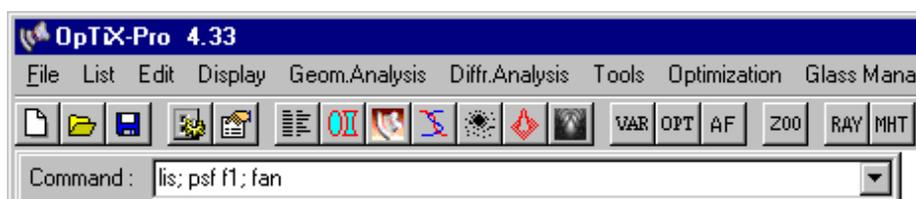
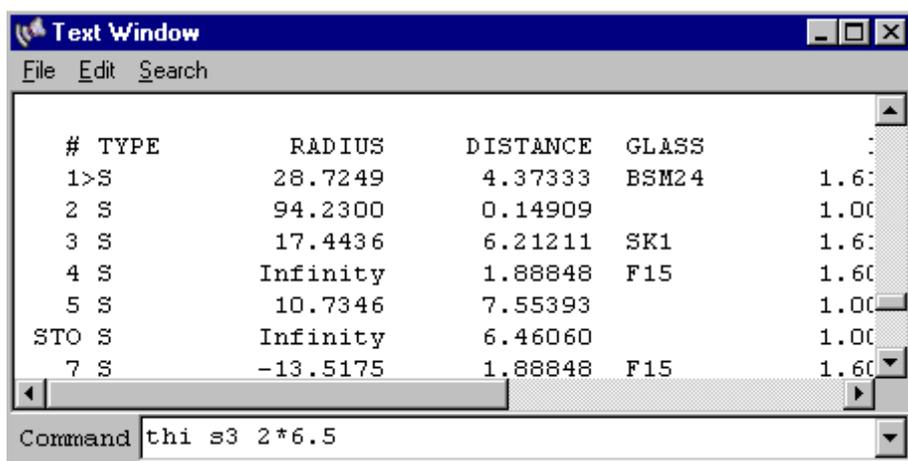

図 3.3: メニュー下のコマンドライン (複数のコマンドをセミコロンで区切って一行に記述しています)
図 3.4: テキストウィンドウ下のコマンドライン (パラメータに演算式を使用しています)
*OpTaliX* は、メニューを使わなくともすべての操作をコマンドだけで処理できます。ツールバーのすぐ下と、テキストウインドウの下部にはコマンドを入力するためのスペースがあります。これをコマンドラインといいます。(図 3.4 および図 3.3を参照)。どちらのコマンドラインも全く同一の機能をもっています。コマンドに関する説明はマニュアルまたはオンラインヘルプを参照してください。履歴ウインドウも役に立ちます。ここには、それまでに入力したコマンドの履歴が表示されます。メニューからの実行の履歴も それに対応したコマンドに変換されここに出力されます。履歴ウインドウを使えば、メニューとコマンドの対応を学ぶこともできます。